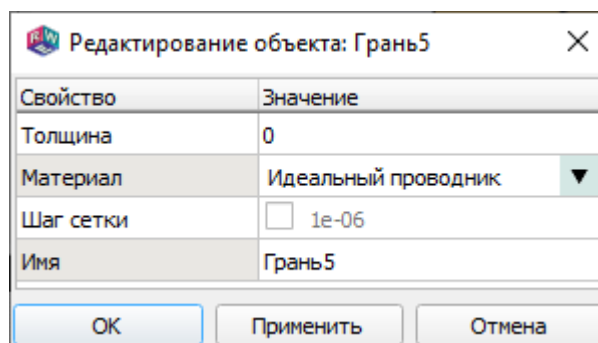

Рис. 171
16.10.1. Окно редактирования свойств грани вызывается при ее выделении двойным щелчком в дереве «Детализация» или окне визуализации или командой ее контекстного меню «Свойства». Вид окна показан на рис. 171.